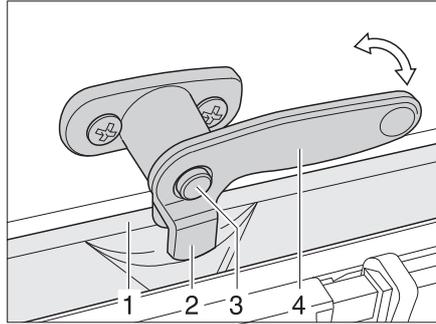

Bild 46 Verriegelungshebel mit Sicherungsknopf in Stellung "Dauerbelüftung"
- in Stellung "Dauerbelüftung" (Bild 46)
- Den Sicherungsknopf (Bild 46,3) drücken und gedrückt halten.
- Den Verriegelungshebel (Bild 46,4) eine viertel Umdrehung zur Fenstermitte hin drehen.
- Verriegelungshebel wieder zurückdrehen. Die Gabel (Bild 46,2) am Verriegelungshebel in die Fensterverriegelung (Bild 46,1) einfahren.